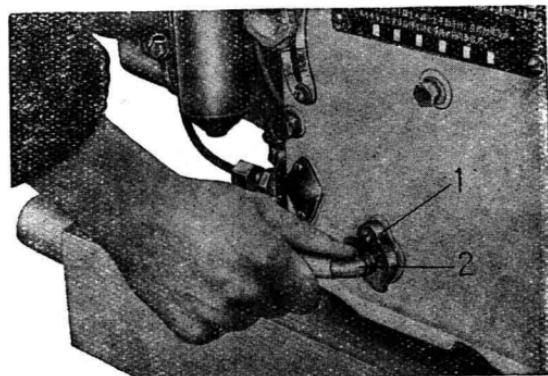

图 6 手动泵油
8. 将调速把手置于转速指示牌开始位置，旋下泵油扳手座上的闷头螺栓，把泵油扳手柄插入螺栓孔内往复扳动，直到听见喷油器喷油的“拍拍”声为止(图 6)。然后拔出扳手柄，再将闷头螺栓旋紧。